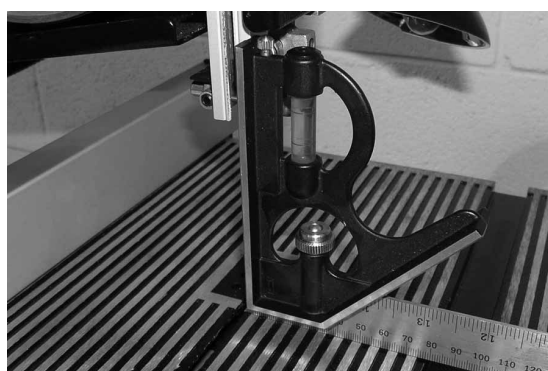

FIGURE 9
- 3) Placez une petite équerre sur la table contre la partie à plat de la lame tel qu'illustré à la Fig.9.